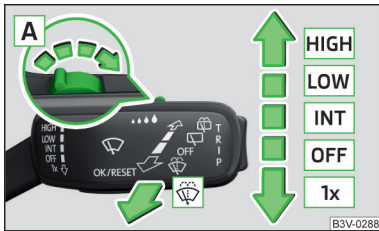

Fig. 50
**Maneta poate fi deplasată în următoarele poziții » fig. 50**